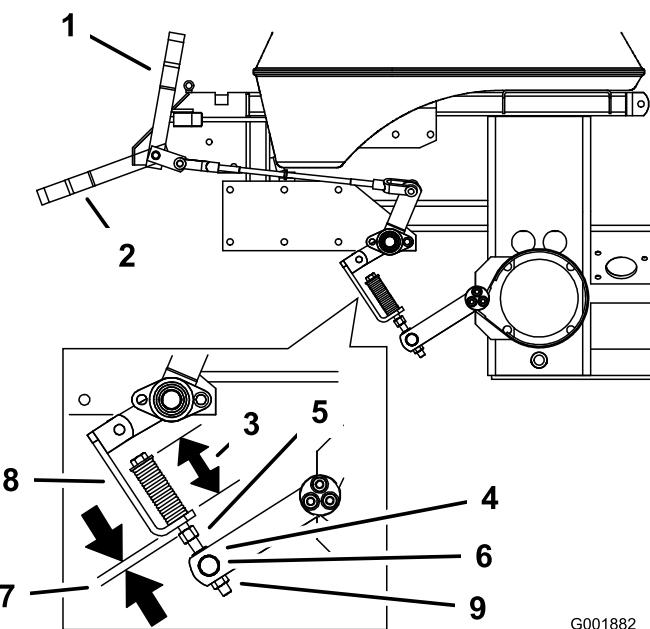

Figure 58
2. Mesurez la longueur du ressort. Les rondelles doivent être espacées de 70 mm (Figure 58).
3. Si un réglage est requis, desserrez l'écrou de blocage situé sous le ressort et serrez l'écrou directement au-dessous de la chape (Figure 58). Modifiez le serrage de l'écrou jusqu'à ce que le ressort ait la longueur voulue. Serrez les deux écrous ensemble et répétez la procédure de l'autre côté de la machine.
6. Mesurez la distance entre le support de ressort et l'écrou de réglage sous le support. Elle doit être comprise entre 5 et 8 mm (Figure 58).
7. Si un réglage est requis, desserrez l'écrou de blocage situé juste au-dessus du galet de tourillon. Tournez le contre-écrou sous le galet de tourillon jusqu'à obtention de l'écart voulu (Figure 58).
8. Serrez l'écrou de blocage juste au-dessus du galet (Figure 58).